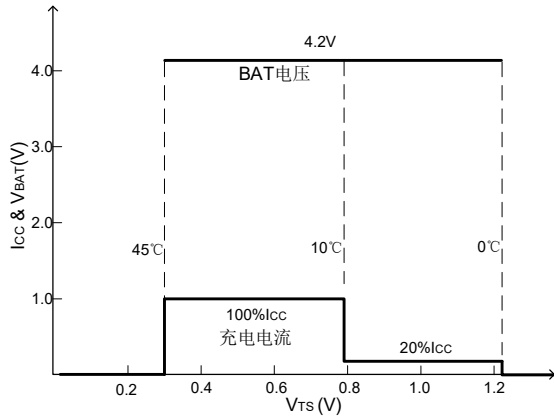

图 6-1 特殊分段 NTC 功能
①**标准 NTC 功能：**由电池内的 NTC 热敏电阻和电阻分压网络采样的电压来监控电池温度。SY6102 将 TS 管脚的电压同芯片内部的两个阈值 V_{LOW} 和 V_{HIGH} 相比较，以确认电池的温度是否超出正常范围。在 SY6102 内部， V_{LOW} 被固定在 $45\% * V_{\text{IN}}$ ， V_{HIGH} 被固定在 $80\% * V_{\text{IN}}$ 。如果 TS 管脚的电压 $V_{\text{TS}} < V_{\text{LOW}}$ 或 $V_{\text{TS}} > V_{\text{HIGH}}$ ，则表示电池的温度太高或者太低，充电过程将被暂停；如果 TS 管脚的电压 V_{TS} 在 V_{LOW} 和 V_{HIGH} 之间，充电周期则继续。如果 NTC 直接接 GND (NTC 电压低于输入电压 5%)，温度检测功能将被屏蔽。若不使用 NTC 功能，NTC 引脚必须接到 GND。
②**特殊分段 NTC 功能：**设计规范如图 6-1 所示，IC 内部有 3 个温度阈值：0 $^{\circ}\text{C}$ ，10 $^{\circ}\text{C}$ ，45 $^{\circ}\text{C}$ 。TS 特性是使用 IC 内部 50 μA 的电流对热敏电阻偏置电压，并与内部温度阈值比较。检测到电池温度在 10 $^{\circ}\text{C}$ 到 45 $^{\circ}\text{C}$ 之间，充电器正常工作；在 0 $^{\circ}\text{C}$ 到 10 $^{\circ}\text{C}$ 之间，充电电流减为 $20\% * I_{\text{CC}}$ 。在检测到温度低于 0 $^{\circ}\text{C}$ 或者高于 45 $^{\circ}\text{C}$ 时，充电器将被禁止充电。因此对于需要 NTC 保护的应用，NTC 电阻必须选用 10k 且 $\beta = 3370$ ，若不需要 NTC 保护功能，需将 TS 外接固定 10k 电阻到地。